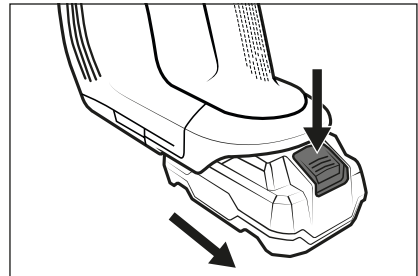

Fig. 13
- ◆ For at fjerne batteriet fra produktet, skal du trykke på oplåsningsknappen til batteriet og tage batteriet ud af produktet (se fig. 13).